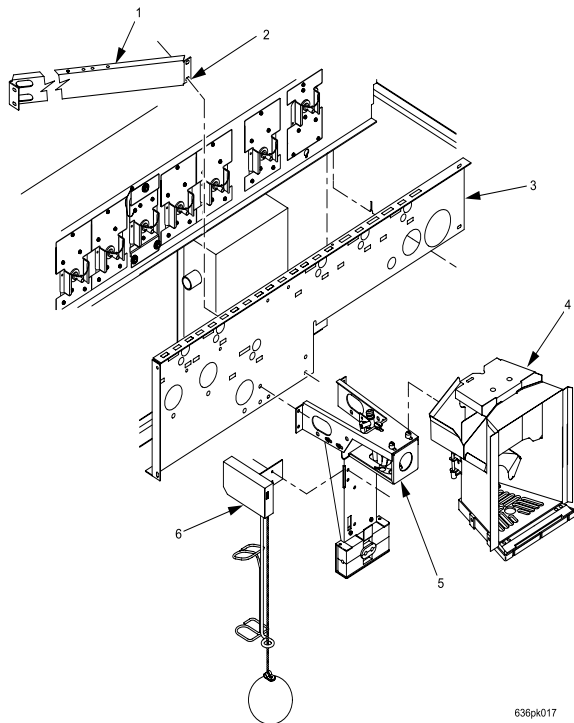
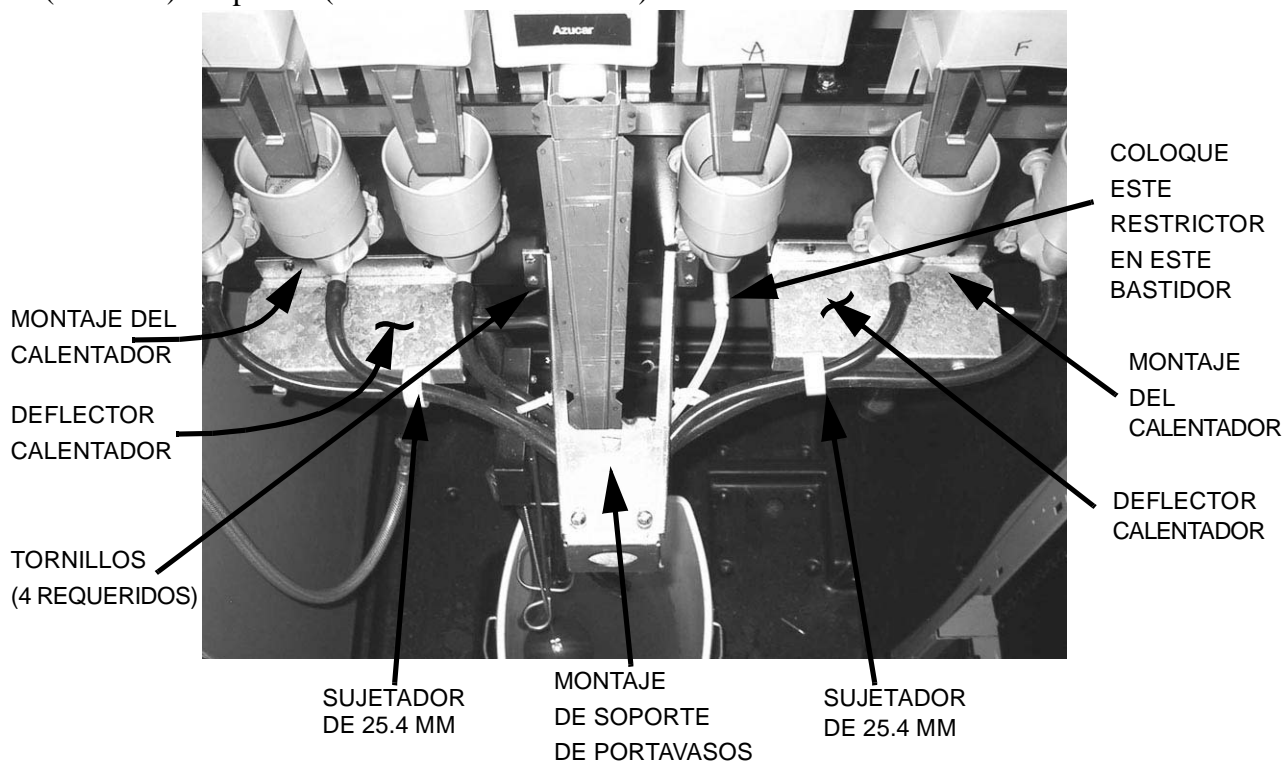

Ilustración 2
Ilustración 13
3.) Quite el portavasos, el montaje del interruptor de sobreflujo y el montaje del soporte del portavasos del estante del contenedor (consulte la ilustración 2). El montaje del interruptor se usará al volver a ensamblar las piezas.
17. Instale el nuevo montaje de soporte de portavasos (6361072) (consulte la ilustración 13) usando 4 tornillos (1451097). Vuelva a colocar los 2 tornillos del montaje del interruptor de sobreflujo (1451097) del paso 2 (consulte la ilustración 2).
18. Instale el montaje del calentador (6361077) (consulte la ilustración 13) en el lado izquierdo del estante, en los orificios, con un cable de conexión a tierra en el tornillo derecho proporcionado con el montaje del calentador. Conecte el cable de empalme del calentador del estante (6559012) y páselo por detrás del estante, por los sujetadores del conector eléctrico del batidor. Conecte el cable de empalme a un lado del conector eléctrico del calentador, el cual deberá provenir del interruptor de enclavamiento. Instale el otro montaje del calentador (6361077) en el lado derecho, con un cable de conexión a tierra en el tornillo izquierdo. Pase el conector por la parte trasera del estante y conéctelo al otro conector, que deberá provenir del interruptor de enclavamiento. Conecte los dos cables de conexión a tierra al orificio abierto en la riostra angular trasera, detrás del estante (consulte la ilustración 2). Añada un deflector para calentador (6367057) a cada calentador con un tornillo mariposa (2206028), añadiendo dos sujetadores de 1 pulgada (25.4 mm), uno al lado derecho del calentador izquierdo y el otro al lado izquierdo del calentador derecho, con el doblez en curva hacia arriba para controlar la posición de los cables.